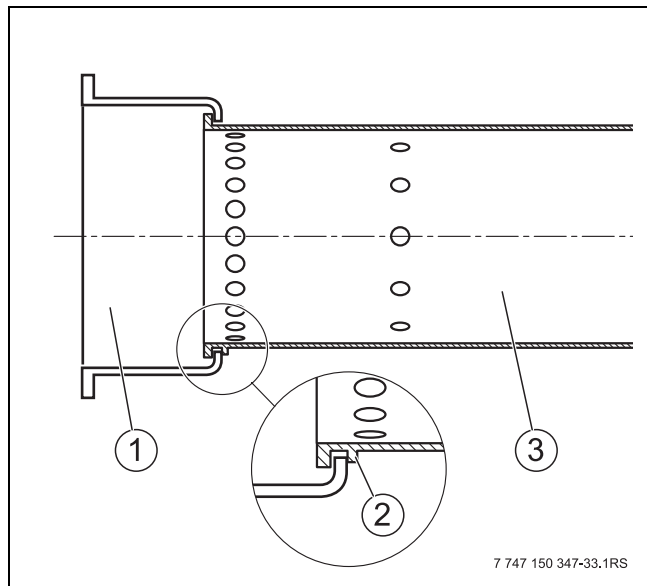

Bild 55 Brennerrohr einsetzen
- ▶ Brennerrohr wie in Bild 55 gezeigt einsetzen.